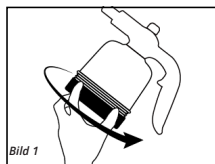

Bild 1
3. Skruva av locket från behållarutrymmet på brännaren. [Bild 1]